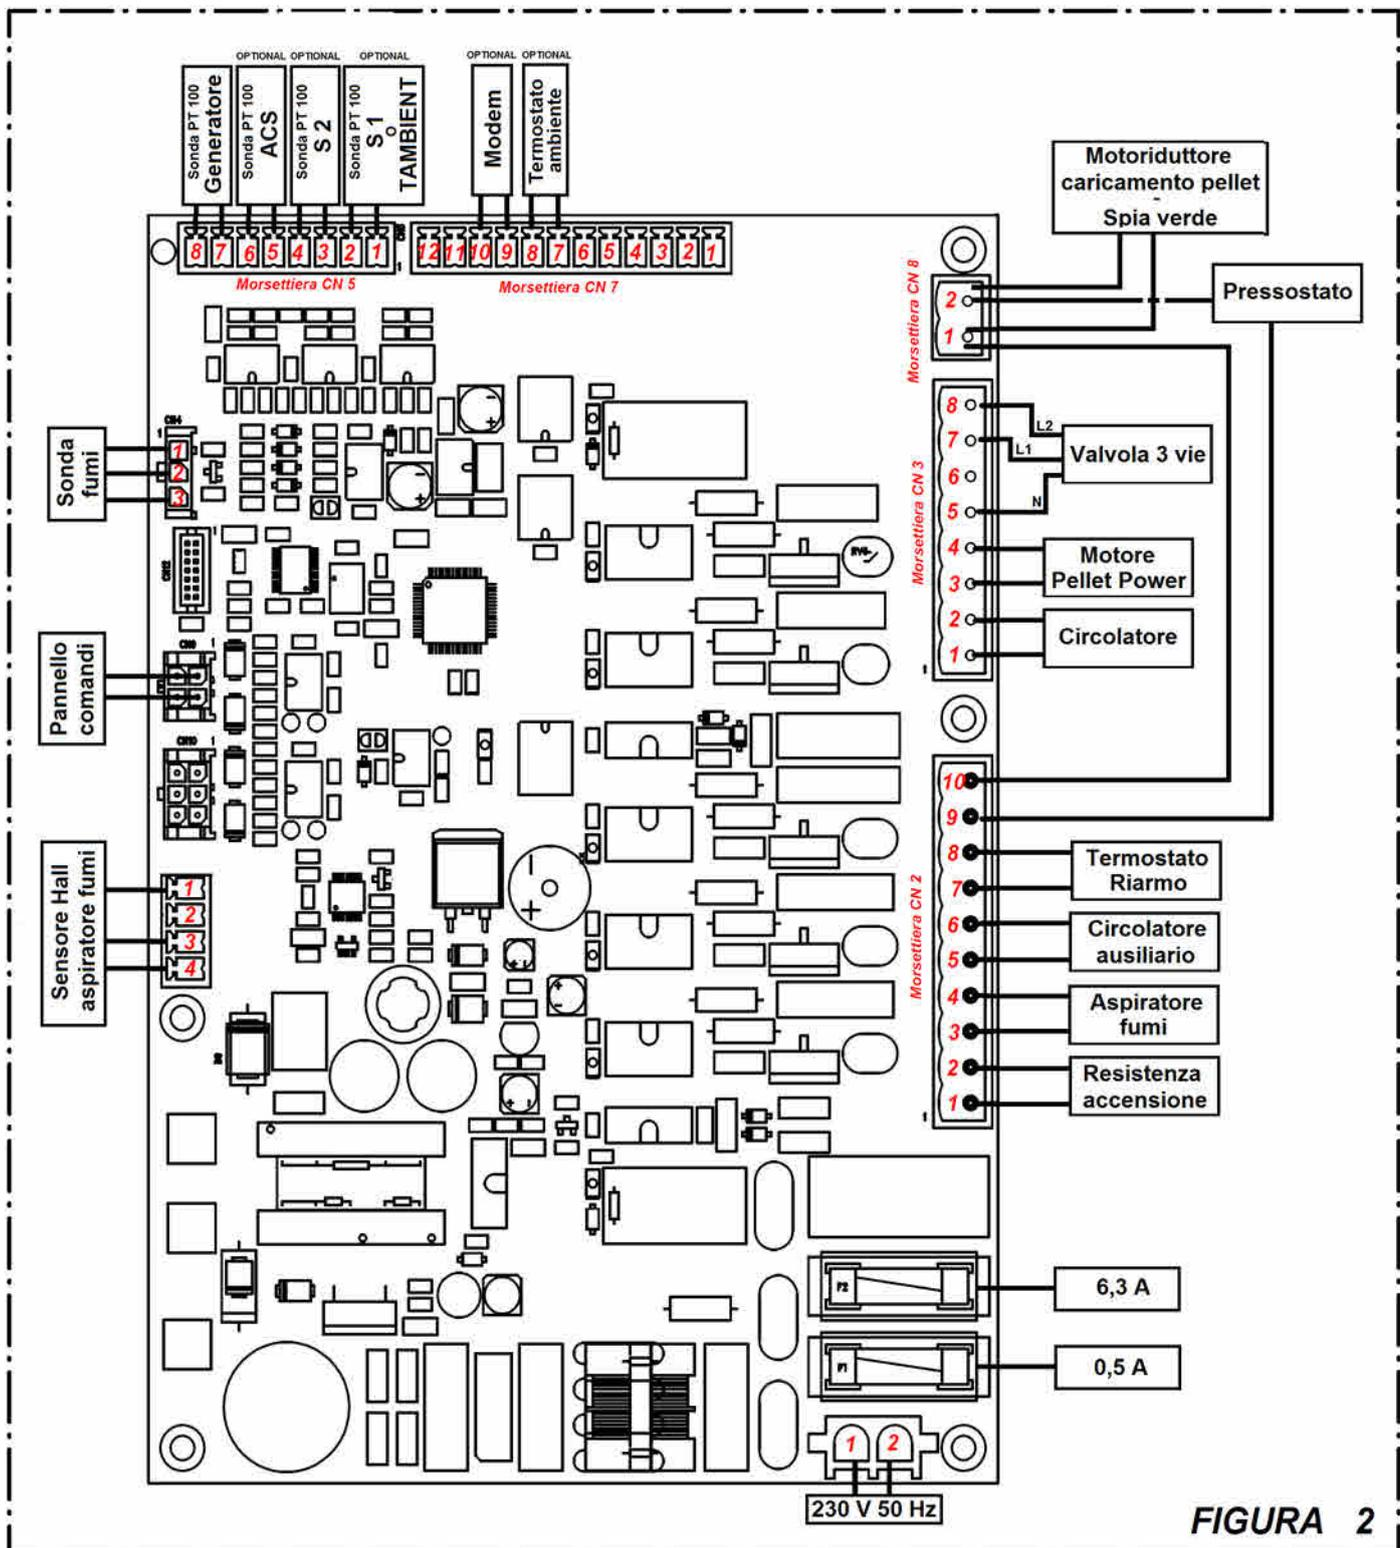

FIGURA 2
- Togliere le 2 viti A e le 3 viti indicate togliendo poi il fianco C (Figura 2 e 3).